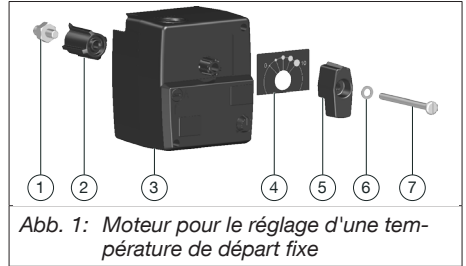
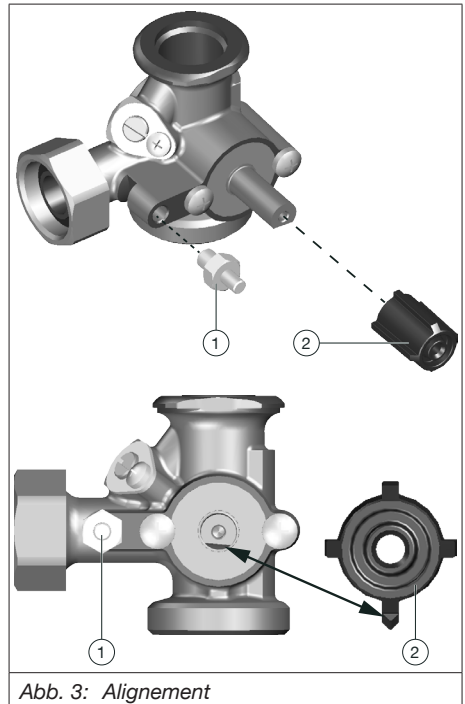
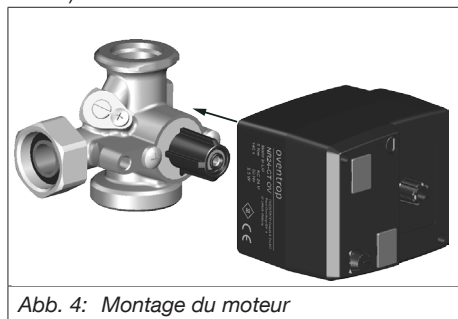
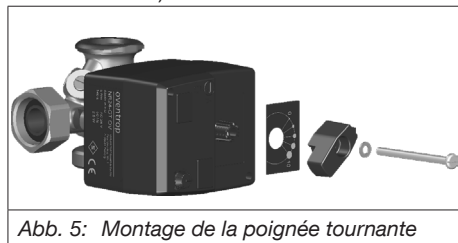

Abb. 1: Moteur pour le réglage d'une température de départ fixe
Abb. 3: Alignement
Abb. 4: Montage du moteur
Abb. 5: Montage de la poignée tournante
Le méplat du boisseau doit être orienté vers le bas et aligné horizontalement (voir Abb. 3 auf Seite 33).
2. Monter l'adaptateur fourni (position 2 sur la Abb. 1 auf Seite 31) sur le boisseau de la vanne.
Veiller à ce que la nervure pointue de l'adaptateur soit orientée vers le bas (voir Abb. 3 auf Seite 33).
3. Visser à fond le dispositif anti-torsion (position 1 sur la Abb. 1 auf Seite 31) sur le corps de la vanne (voir Abb. 3 auf Seite 33).
4. Monter le moteur (position 3 sur la Abb. 1 auf Seite 31) sur l'adaptateur (voir Abb. 4 auf Seite 34).
5. Monter l'affichage du sens de rotation, la poignée tournante, la rondelles dentelée et la vis (positions 4, 5, 6 et 7 sur la Abb. 1 auf Seite 31) (voir Abb. 5 auf Seite 34).